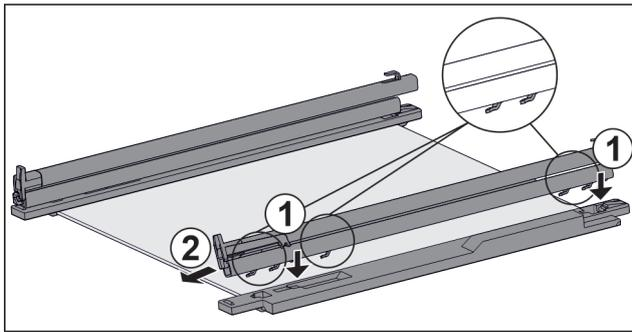

Fig. 154 Ripiano in vetro con guide e fermi
- ▶ Inserire il gancio della guida sulle aperture del **gancio** sinistro. Fig. 154 (1)
- ▶ Tirare la guida in avanti. Fig. 154 (2)
- ▶ Inserire il gancio della guida nelle aperture del **gancio** destro. Fig. 154 (1)